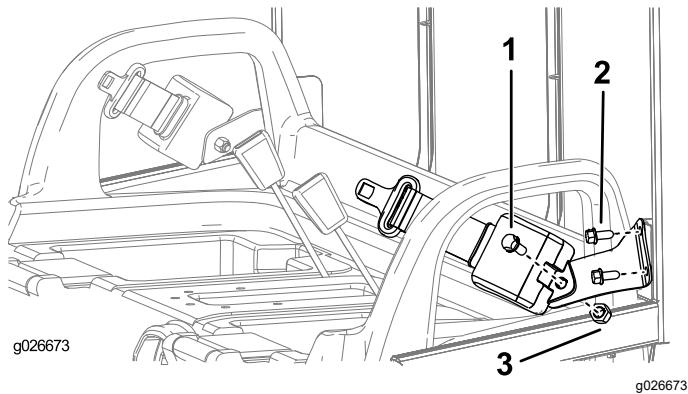

Figure 8
1. Fixez un support de ceinture de sécurité sur chacune des pattes de la structure ROPS à l'aide de 2 boulons ($\frac{3}{8}$ po), comme montré à la Figure 8.
3. Fixez l'extrémité rétractable de chaque ceinture de sécurité à chaque support d'ancrage au moyen d'un boulon (7/16 po) et d'un écrou (7/16 po), comme montré à la Figure 8.